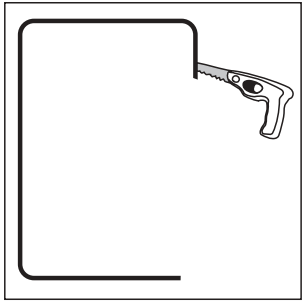

РИС. 11
- Аккуратно проделайте отверстие в стене или потолке с помощью подходящего инструмента. Вначале просверлите дрелью отверстие внутри обведённого контура. Вставьте конец ножа или пилы в это отверстие и начните резку по контуру (рис. 11).